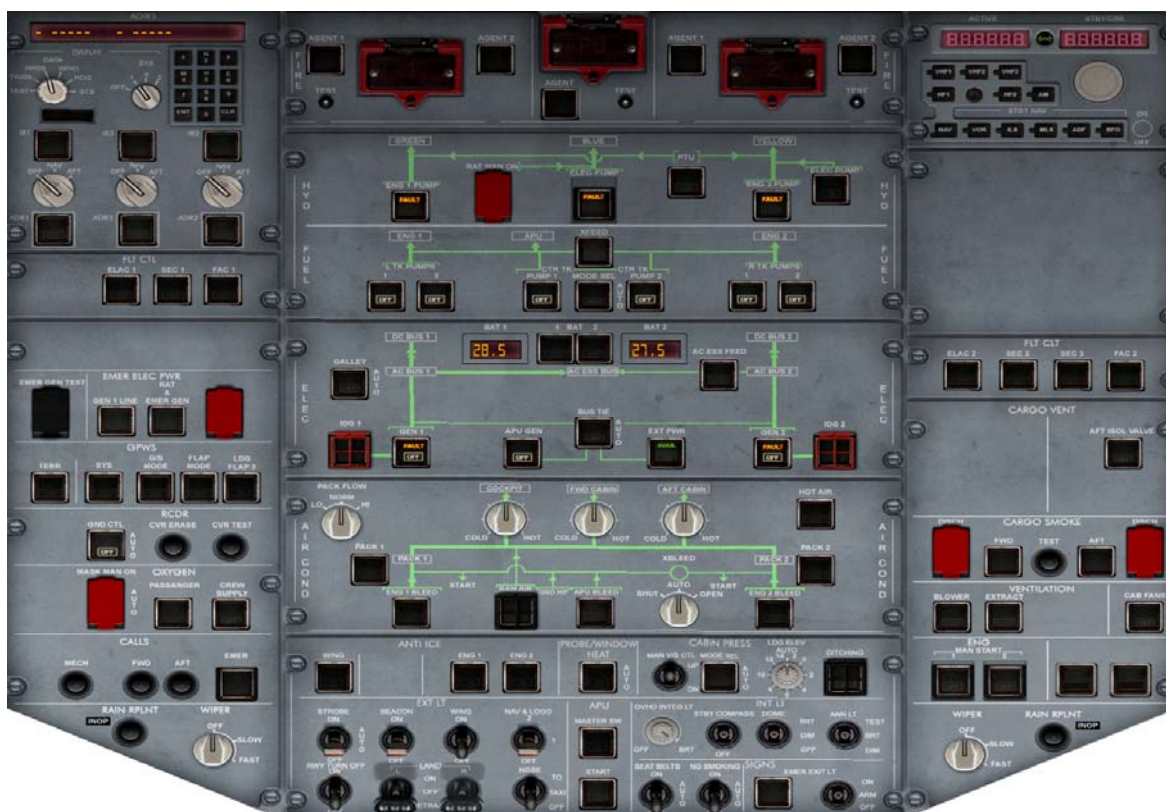

Abbildung 15: Overhead Panel vor dem Ausschalten der Batterien
- xxx. **Cockpit „Dark & Cold“:** Damit sollte das Cockpit nun “dark & cold” sein. Alle Systeme und Schalter sollten sich in der Stellung “OFF” befinden. Bevor die beiden Batterien ausgeschaltet werden, sollte das Overhead Panel wie in Abbildung 15: Overhead Panel vor dem Ausschalten der Batterien dargestellt, aussehen.